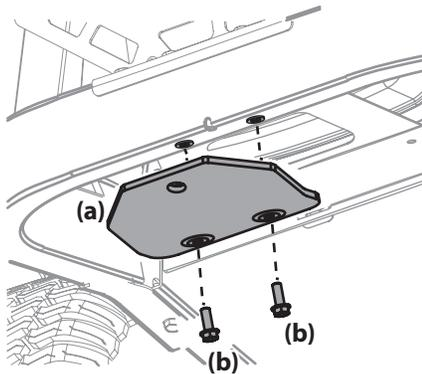

Figure 2
1. Repérez la plaque d'attelage (a) et installez-la à l'arrière du châssis avec les deux boulons (b) fournis. Voir Figure 2.